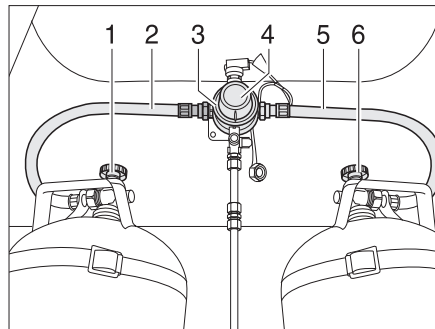
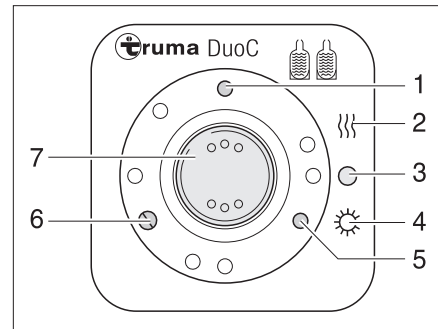

Fig. 160 Dispositif de commutation DuoControl
Fig. 161 Unité de commande
Le dispositif de commutation DuoControl est composé d'une valve de commutation (Fig. 160,3) et de l'unité de commande (Fig. 161). La valve de commutation est montée entre les lyres (Fig. 160,2 et 5). Un bouton rotatif (Fig. 160,4) situé sur la valve de commutation permet de définir laquelle des bouteilles de gaz est celle de service et laquelle est celle de réserve.
Seules les fonctions électriques peuvent être activées sur l'unité de commande (Fig. 161). Les robinets principaux des bouteilles de gaz (Fig. 160,1 et 6) doivent être ouverts manuellement.
La valve de commutation garantit une pression du gaz constante, indépendamment de la bouteille qui fournit le gaz. Les deux voyants de contrôle de l'unité de commande indiquent le niveau de remplissage de la bouteille de service. Lorsque le voyant de contrôle vert (Fig. 161,6) s'allume, la bouteille de service est entièrement chargée. Lorsque le voyant de contrôle rouge (Fig. 161,5) s'allume, la bouteille de service est vide. L'alimentation en gaz s'effectue également par la bouteille de réserve.
- Ouvrir les robinets principaux des bouteilles de gaz (Fig. 160,1 et 6).
- Choisir la bouteille de gaz avec le bouton rotatif (Fig. 160,4) de la valve de commutation (Fig. 160,3) à partir de laquelle le gaz sera utilisé principalement (bouteille de service).
- Mettre en marche le dispositif de commutation DuoControl sur l'unité de commande (Fig. 161).
Pour ce faire, régler le commutateur à bascule (Fig. 161,7) sur régime hiver "Marche et chauffage" (Fig. 161,2) ou bien sur régime été "Marche" (Fig. 161,4). La valve de commutation est maintenant désaérée. Le voyant de contrôle jaune (Fig. 161,1) s'allume si le régime hiver est sélectionné et l'installation de dégivrage est activée.
- Mettre le commutateur à bascule (Fig. 161,7) sur "O" (Fig. 161,3). Le voyant de contrôle jaune (Fig. 161,1) s'éteint.
- Fermer les robinets principaux des bouteilles de gaz (Fig. 160,1 et 6).
Les voyants de contrôle de l'unité de commande (Fig. 161,5 et 6) signalisent à l'intérieur du véhicule si la bouteille de gaz est en état de marche.
Si le voyant de contrôle vert (Fig. 161,6) s'éteint durant le fonctionnement et le voyant de contrôle rouge (Fig. 161,5) s'allume, la bouteille de gaz définie comme bouteille de service est vide et doit être remplacée. La bouteille de réserve alimente les appareils à gaz.